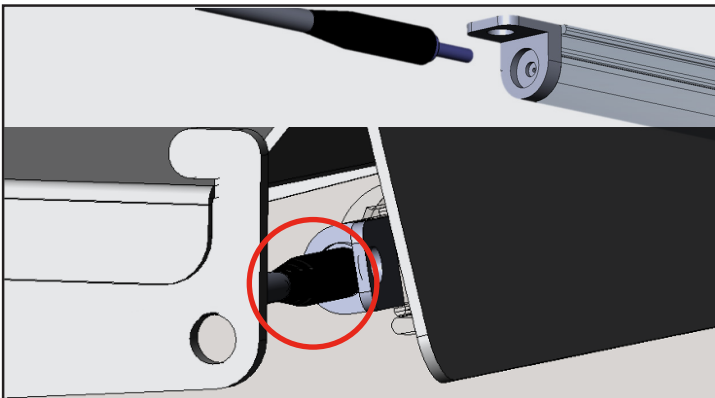

Fig. 3. Inserire il cavo di alimentazione nel modulo LED.
3. Inserire il cavo di alimentazione nel modulo LED. Vedere fig. 3.